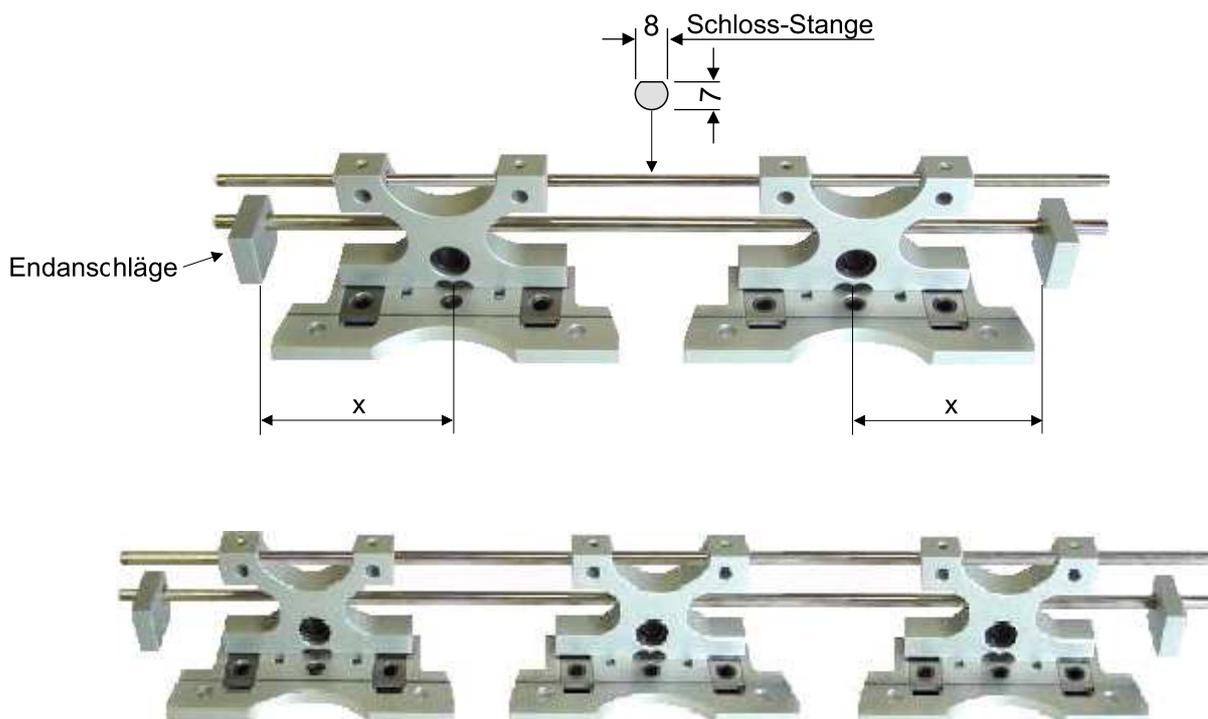

Fig. 8
- Werkteil A, Dübel + Exzenter bohren, siehe Fig. 8